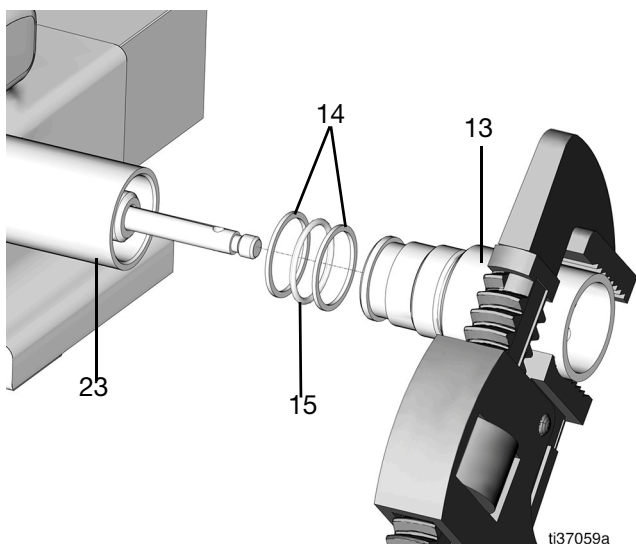

図 38
18. 布で保護されている万力にポンプチューブを配置して、締め付け、下ポンプチューブ (23) を安定した状態に保てるようにします (図 38)。
19. パイプレンチでシャベルチューブ (13) を緩めて、下ポンプチューブ (23) から取り外します (図 38)。
20. シャベルチューブ (13) から 2 つのバックアップリング (14) と O リング (15) を取り外します (図 38)。